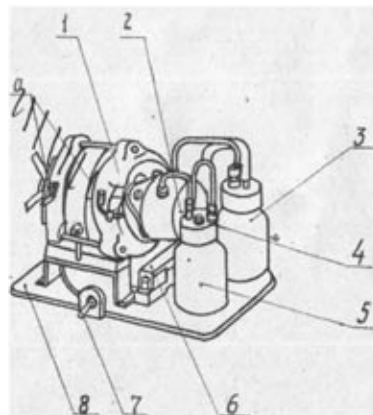
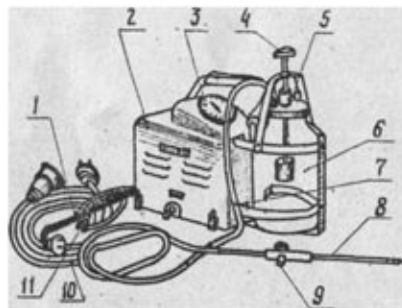

Рис.1. Механизм электроотсосывателя .
Рис.2. Электровасосыватель.
41. Электроотсасыватель представляет собой переносной электро-механический аппарат состоящий из вакуумного насоса 2 /рис.1/, электродвигателя 1, вакуум-резервуара 3, масленки насоса 5, вакуумметра 3 /рис.2/ и приемного сосуда 6.
Для обеспечения плавной работы электроотсасыватель имеет вакуум-резервуар, служащий одновременно предохранителем от случайного попадания жидкости. Масло засасывается из масленки насоса и циркулирует между насосом и масленкой. Заливка масла в масленку производится через пробку 4 /рис.1/.
В специальной корзине, укрепленной на кожухе электроотсасывателя, помещен приемный сосуд. На крышке приемного сосуда имеются штуцеры для присоединения шлангов и вентиль 5 /рис.2/ для регулирования глубины вакуума. На крышке укреплен поплавковый предохранительный клапан, автоматически прекрывающий всасывающий патрубок при накоплении жидкости до предельного уровня. Клапан предохраняет от попадания жидкости в вакуум-резервуар насоса.
Трубка аспирационная 8 /рис.2/ вставляется в замок крана 9 и соединяется с приемным сосудом при помощи шлангов /резиновых медицинских вакуумных трубок/ 7. Между резиновыми трубками вставлена соединительная прозрачная трубка для контроля прохождения жидкости. Объем отсосанной жидкости показывает шкала с делениями нанесенными через каждые 100 мл, укрепленная на корзине.
6.2. Залить масло в масляном электродвигателя, сняв колпачок /рис.1/.
6.6. Установить необходимый вакуум при помощи вентиля 5 /рис.2/.
6.7. Для удаления жидкости из приемного сосуда выключить электроотсосыватель. Отвернуть винт 4 /Рис.2/, приймающий крышку приемного сосуда, и отвести в сторону скобу. Снять крышку и вынуть из корзины приемный сосуд,